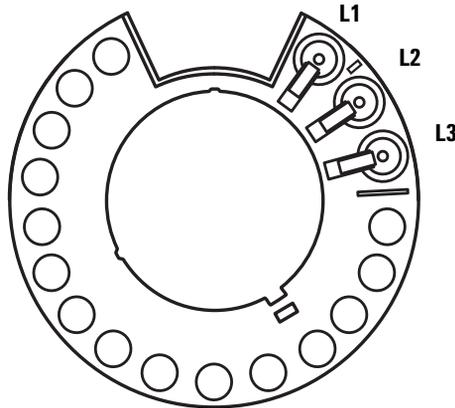

Abb. 25 Übertragungskarussellpositionen L1, L2, L3 (Ansicht von oben)
- 2 Entfernen Sie alle Fläschchen von den Übertragungskarussellpositionen L1, L2 und L3 in beiden Türmen (Abb. 25).